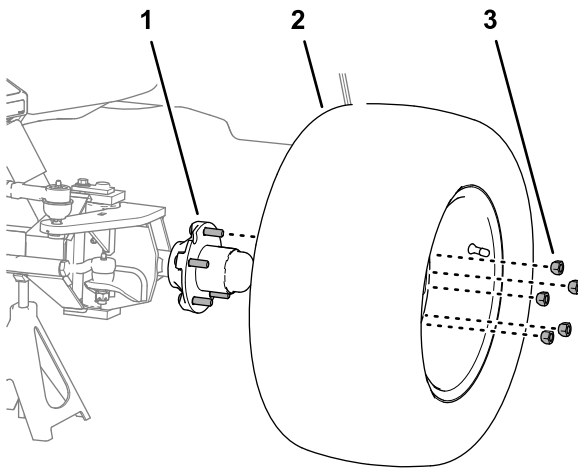

Bild 4
2. Entfernen Sie die fünf Radmutter, mit der das linke Rad an der Nabe befestigt ist, und nehmen Sie das Rad von der Maschine ab (**Bild 4**).